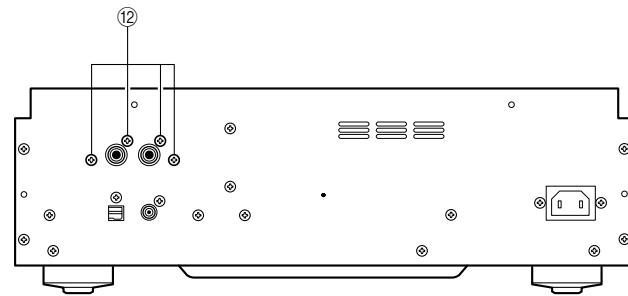

Fig. 5
- b. Remove 4 screws (⑫). (Fig. 5)
- b. ⑫のネジ4本を外します。(Fig. 5)